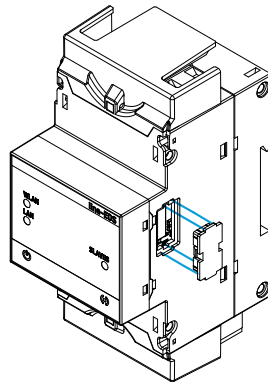

Figure 8: Installation étape 1.
1.- Retirez les capuchons de protection du connecteur d'extension, situés sur le côté de l'appareil, avec un tournevis plat (Figure 8).